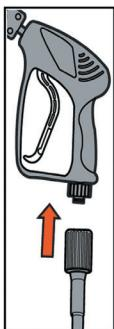

Рис. 10
6. Подключите шланг в/д к пистолету (рис. 10).